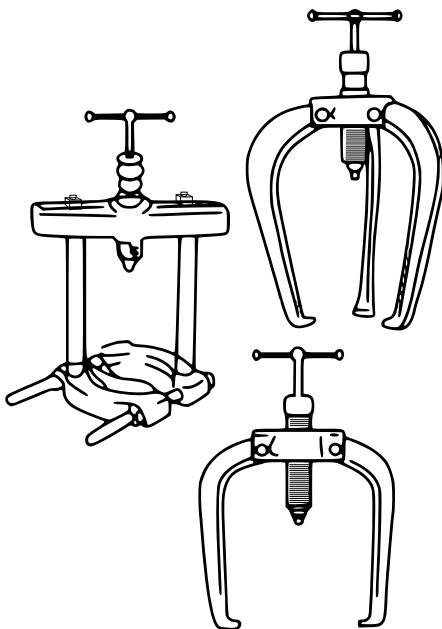
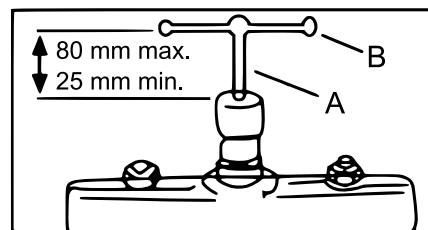

Figure 1
Figure 2
2. Montez l'extracteur correspondant (voir fig. 1) et réglez la poignée en T (fig. 2, A) de manière à ce que l'extracteur (fig. 2, B) se trouve environ 80 mm au-dessus du bord supérieur de la vis (voir fig. 2).
5. Ne vissez pas la poignée en T plus loin que 25 mm du bout de la vis de pression (voir fig. 2). Au cas où la pièce demanderait un mouvement supplémentaire, vissez la poignée en T jusqu'à 80 mm du bout de la vis. Vissez le corps de la vis de pression vers le bas de manière à ce que l'adaptateur central entre de nouveau en contact avec l'arbre. Après, continuez à extraire la pièce de l'arbre vers le haut.